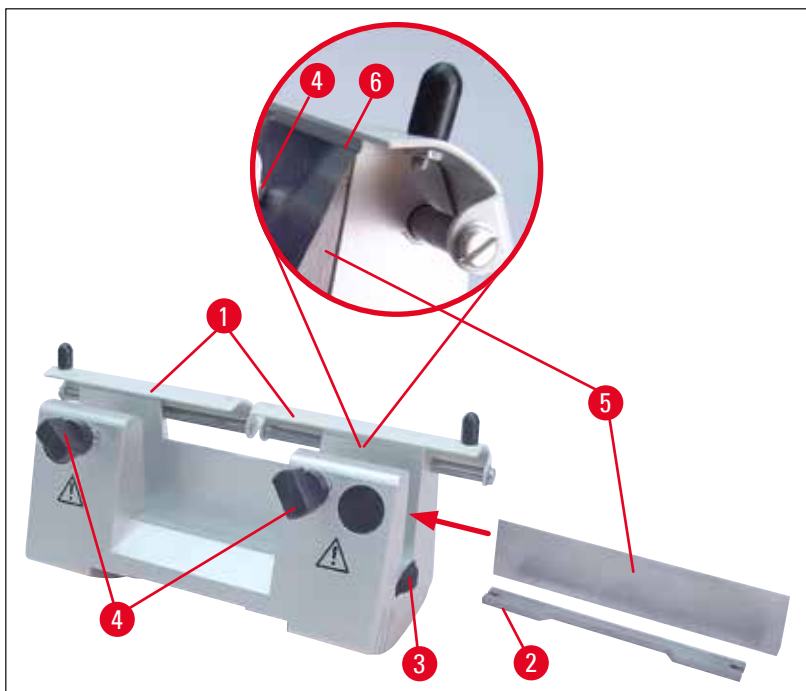

Fig. 30
- (→ Fig. 30) Porta-faca tipo N